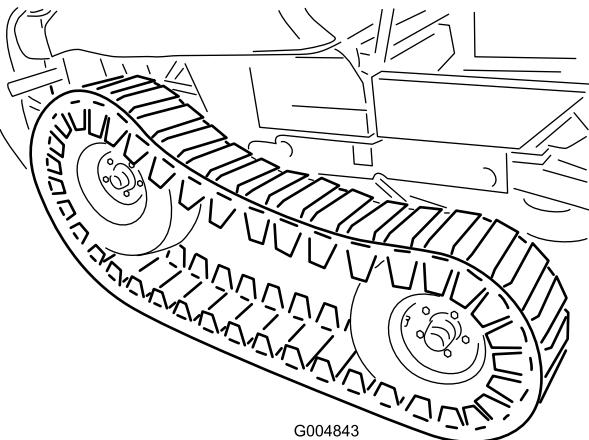

Bild 53
24. Heben Sie die Vorderseite der Kette mit einer anderen Person so weit an, dass Sie die Vorderreifen vorsichtig montieren können (Bild 53).